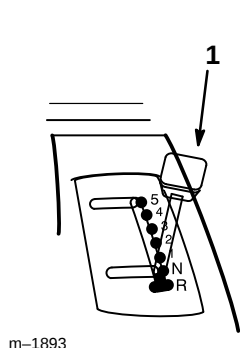

Abbildung 6
3. Den Grundgeschwindigkeitshebel auf Neutralposition "N" stellen (Abb. 6).